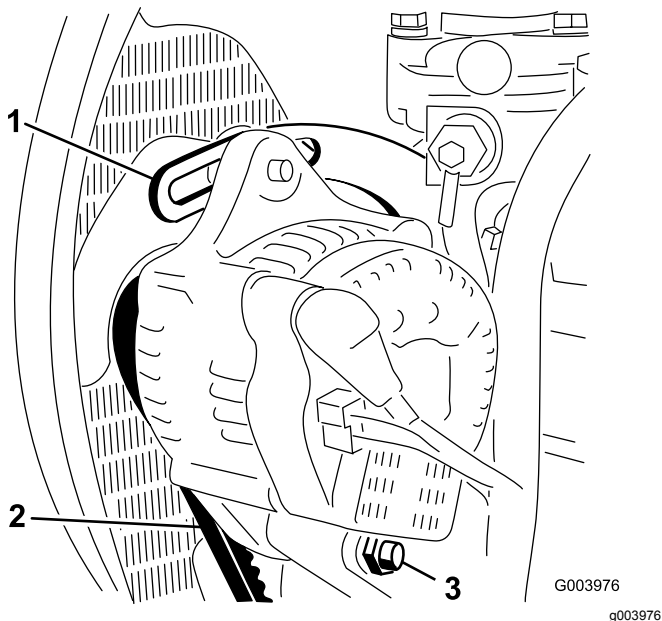

图65
2. 检查交流发电机皮带张紧力的方法使用 10kg 的力按压交流发电机和曲轴箱皮带轮之间的皮带图65中间位置。
3. 松开将皮带环形支架固定到发动机图65的螺栓以及将交流发电机固定到皮带环形支架上的螺栓和枢轴螺栓。